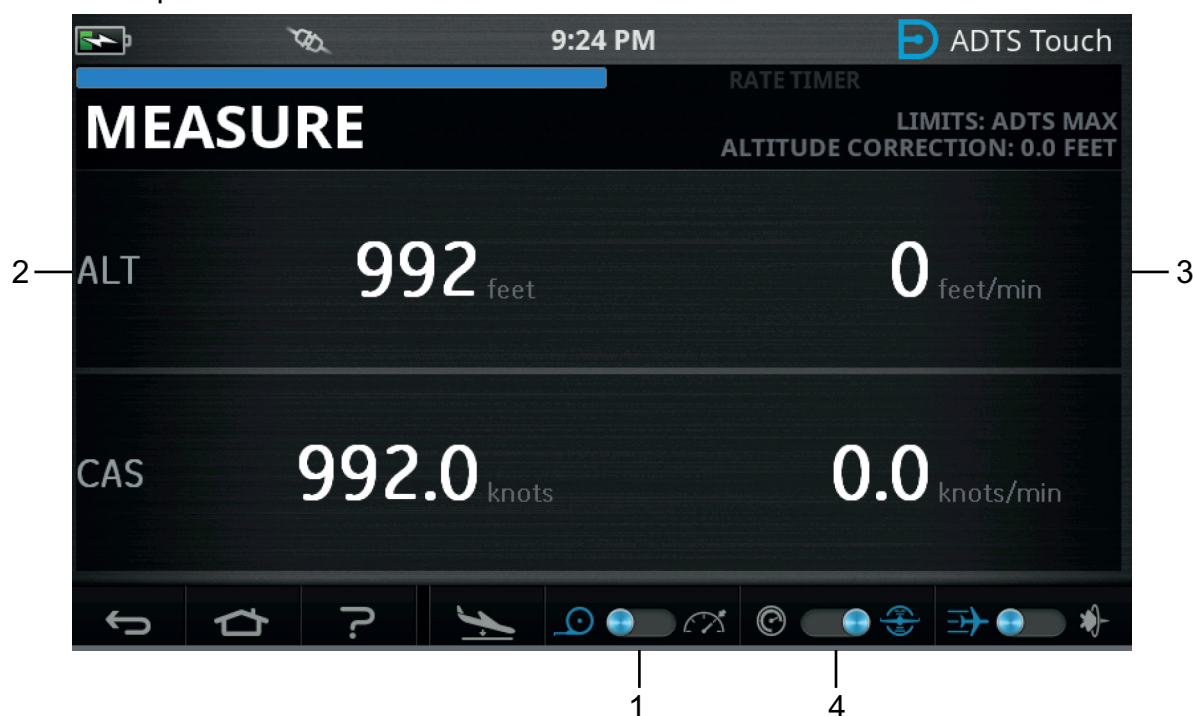

Figure 3-5 : Mode mesure – Canal unique
Pour passer d'un mode à l'autre, appuyez sur l'icône associée (1) en bas de l'écran. Voir Figure 3-5.